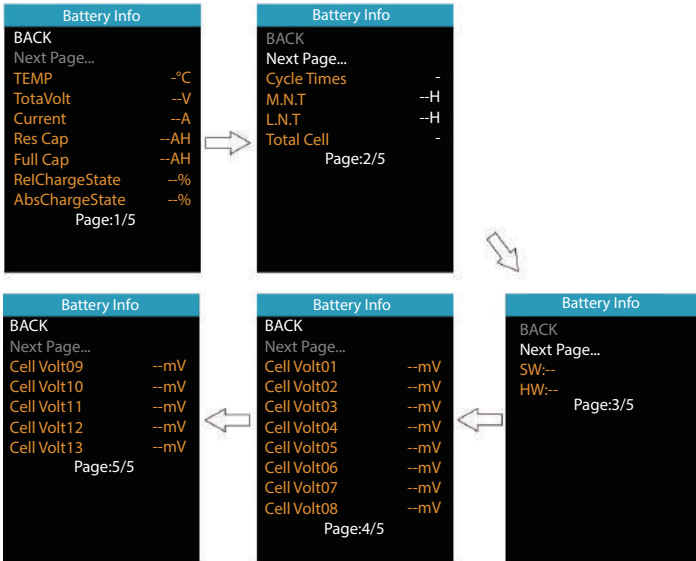

图 3-15 电池信息
③电池信息——进入“Information”菜单，电池信息不可调，同时按下“加键”和“减键”退出到主界面或者通过“Back”→“Exit”退出到主界面。（软硬件版本号可能因为产品不同批次而改变，故用“--”表示。）如图 3-15 所示。